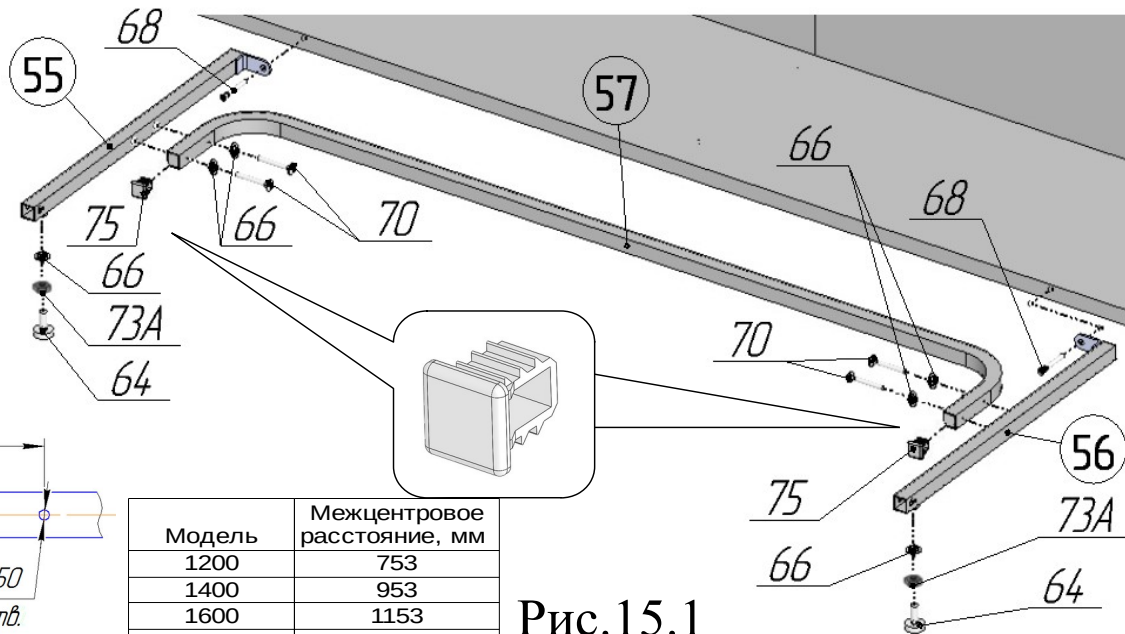
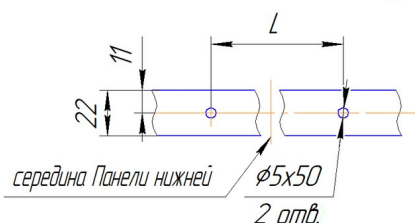
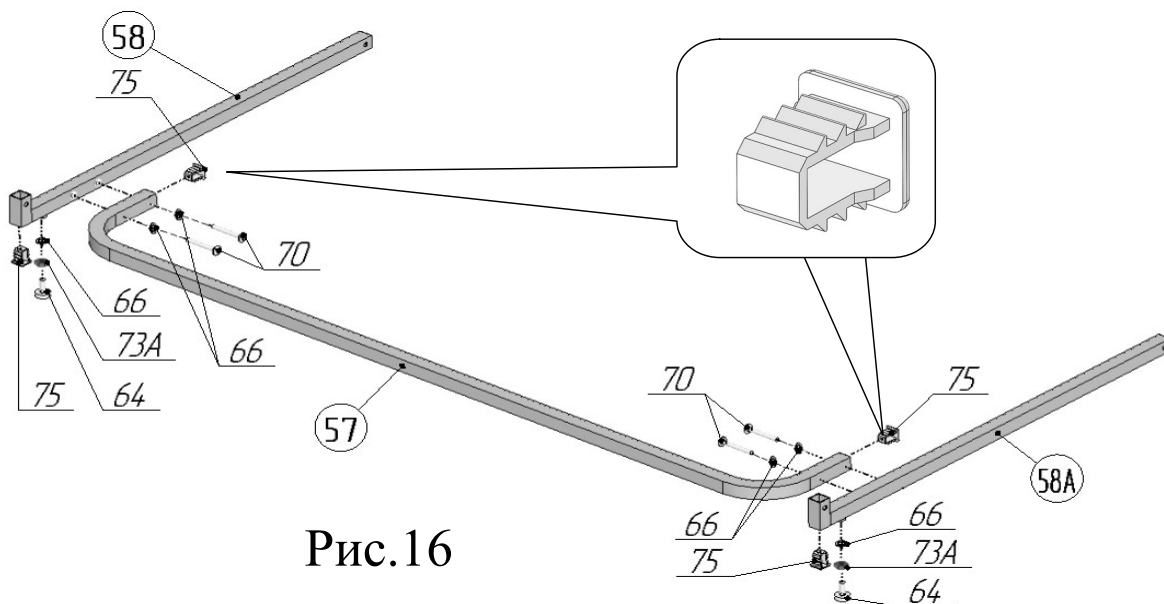

Рис.15.1
Рис.15.2
Рис.16
19. В торцы перемычки поз.57 вставить заглушки 20x20 поз.75в соответствии с рис.15.1 . К перемычке поз.57 присоединить упоры поз.55 и поз.56, используя винты М6х35 поз.70 и шайбы стопорные поз.66 в соответствии с рисунком 15.1. Во встроенные гайки упоров поз.55,56 вернуть ножки поз.64, предварительно навинтив на них гайки М8 ГОСТ поз.73А и надев на стержни ножек шайбы стопорные поз.66. Просверлить в панели нижней поз.43 отверстия ф5х50 с координатами в соответствии с рис.15.2 и таблицей. Присоединить собранную конструкцию к корпусу
с помощью винтов-конфирматов поз.68 (рис.15.1).
вставить заглушки 20x20 поз.75. К перемычке поз.57 присоединить ноги поз.58, 58А, используя винты М6х35 поз.70 и шайбы стопорные поз.66 в соответствии с рисунком 16. Во встроенные гайки ног поз.58 и 58А вернуть ножки поз.64, предварительно навинтив на них гайки М8 ГОСТ поз.73А и надев на стержни ножек шайбы стопорные поз.66. В ноги поз.58 вставить заглушки 20x20 поз.75 в соответствии с рисунком 16. После окончательной сборки стола отрегулировать ножки поз.64, установленные в данном пункте и п.19. Затянуть гайки поз.73А таким образом, чтобы шайбы поз. 66 оказались прижаты к ногам поз.58, 58А (рис.16) и упорам поз.55,56 (рис.15.1).